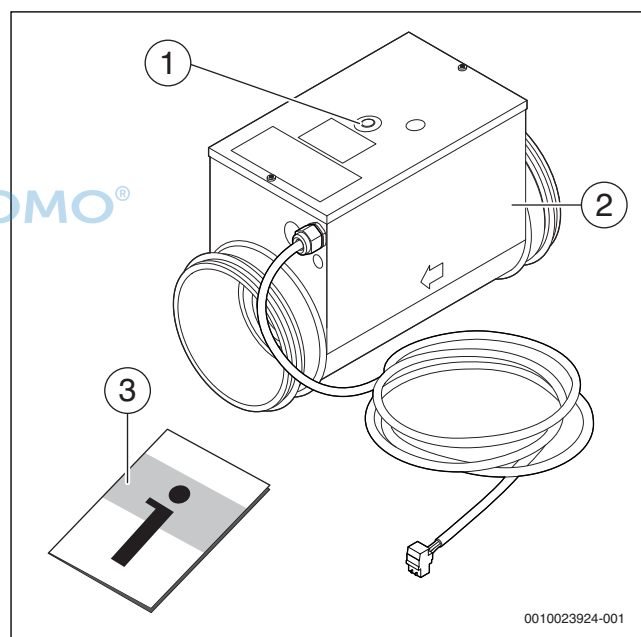

Bild 2 Lieferumfang
- Nach Beseitigung der Störung: Reset-Knopf auf dem Deckel des Heizregisters drücken (→ Bild 2, Seite 3). Der Überhitzungsschutz ist zurückgestellt.